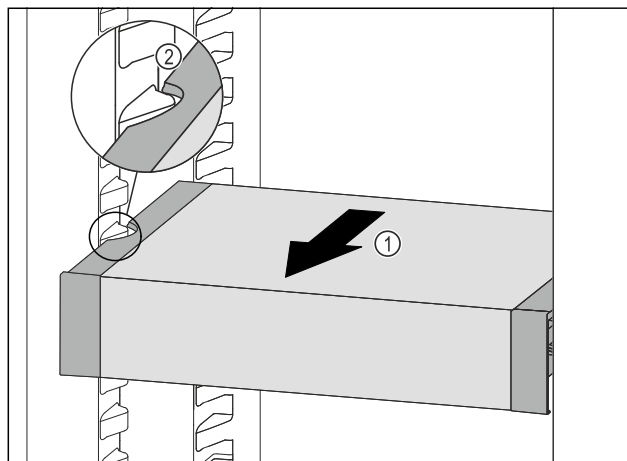

Fig. 138
- ▶ Ladicu VarioSafe vucite prema naprijed Fig. 138 (1) sve dok se bočni otvori ladice VarioSafe ne nađu na visini žlijeba spremnika u hladnjaku. Fig. 138 (2)